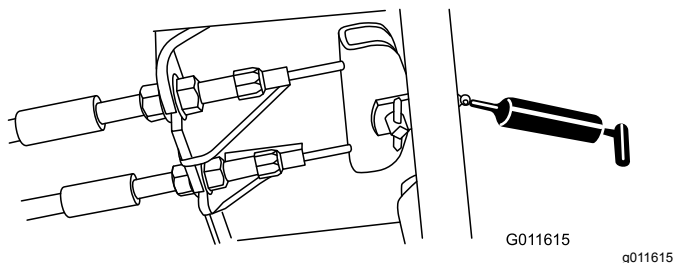

Figura 68
- Pedal de freno (1) (Figura 68)